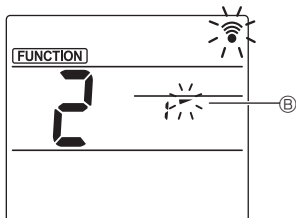

Fig. 3-3
- ③ Настройка угла дефлектора (Fig. 3-3)